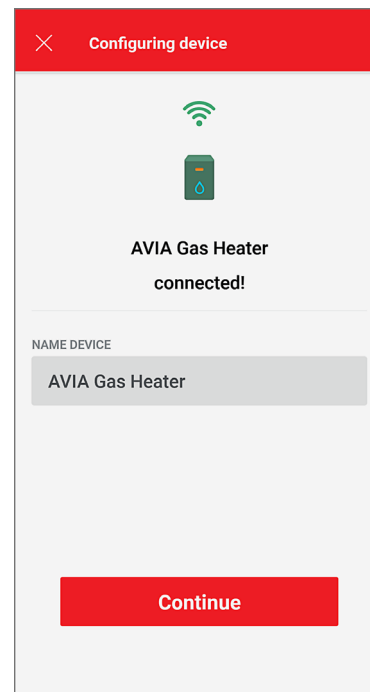

Figure 103. Nom de l'appareil
- Votre appareil est maintenant connecté au Wi-Fi. Vous pouvez modifier le nom de votre appareil ici. Voir Figure 103.